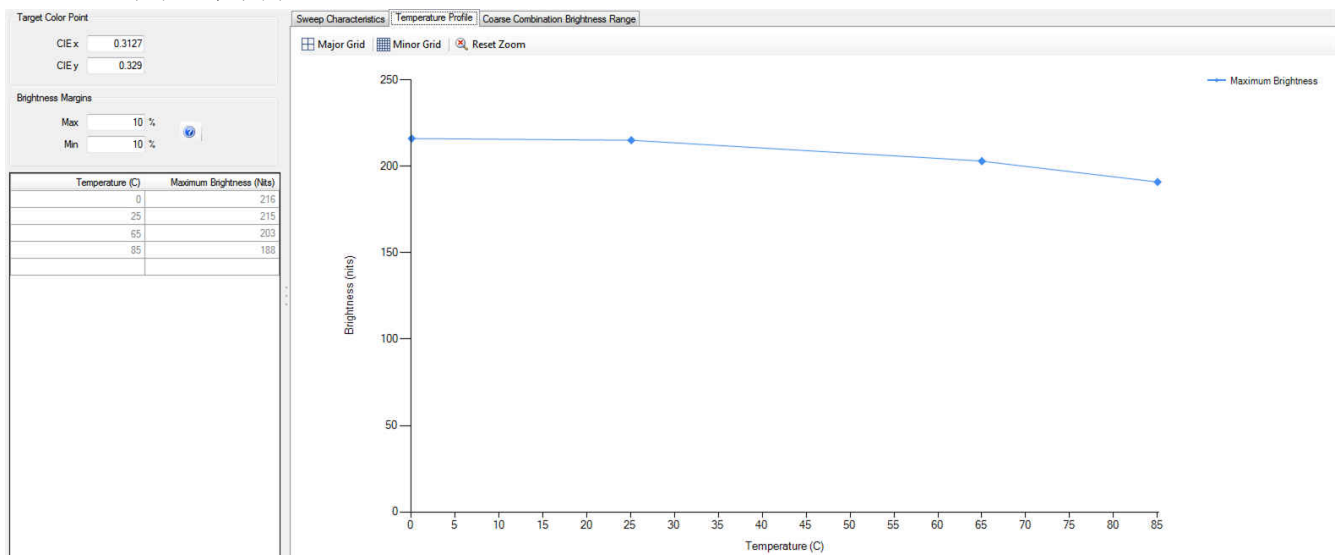

图 6-8. 亮度输出与温度
13. “Temperature Profile” (温度曲线) 选项卡以图形的形式显示了在给定色点和温度下可实现的最大亮度。图 6-8 显示了一个示例。